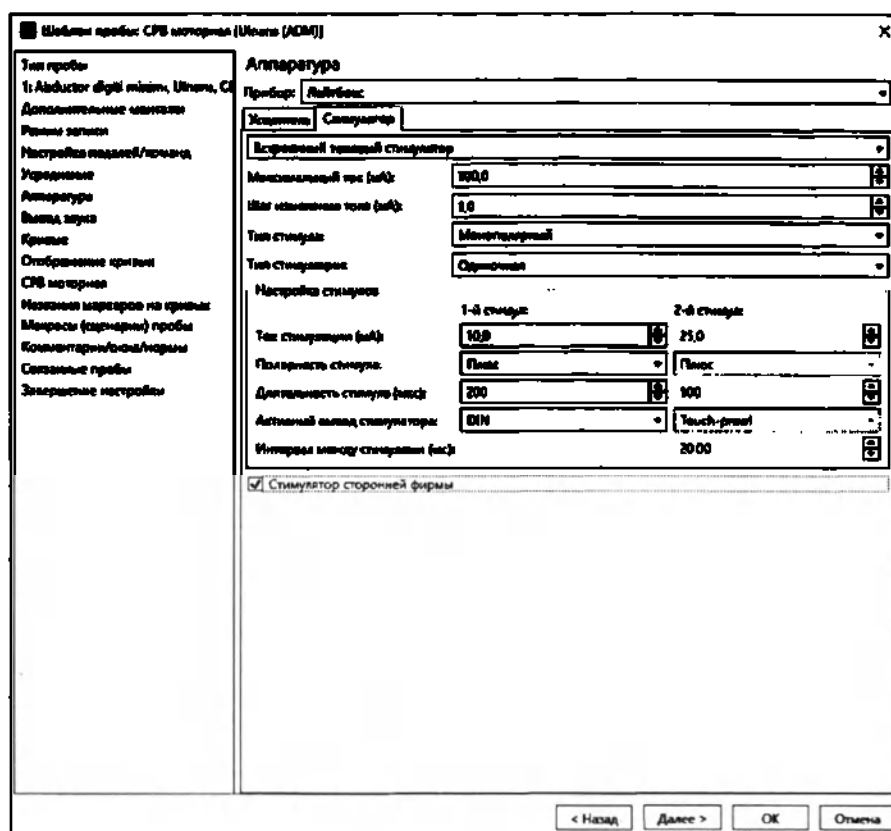

Рис. 13. Окно запуска регистрации от внешнего стимулятора
3. Запустите программу «Нейро-МВП.NET», выполните команду меню **Настройка|Шаблоны проб|Настройка**, выберите необходимый шаблон пробы, нажмите кнопку «Изменить» и на странице «Аппаратура|Стимулятор» установите флажок «Стимулятор сторонней фирмы» (рис. 13). Этот шаг достаточно выполнить один раз для каждого шаблона, где планируется использовать внешний стимулятор. Если вы не желаете менять шаблон, то следует создать пробу и сделать аналогичные настройки в ней.
Обратите внимание, что флажок «Стимулятор сторонней фирмы» (рис. 13) должен быть сброшен (очищен)!